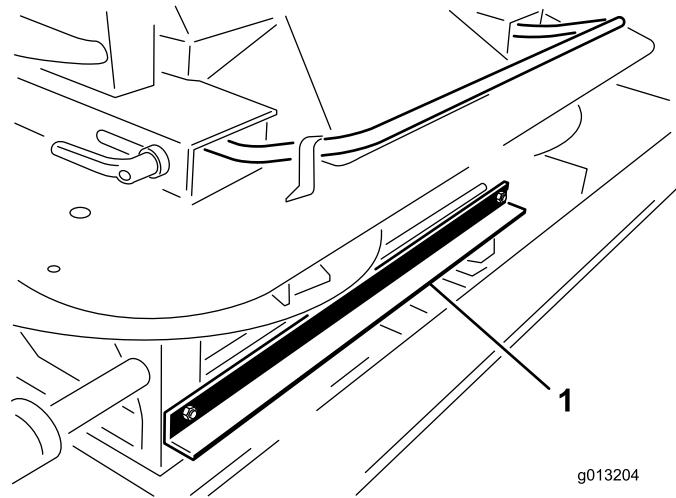

Figura 4
3. Na dianteira do rotor duplo, retire os 2 parafusos e porcas que ligam o suporte de envio do dispositivo de elevação da máquina ao rotor duplo (Figura 4).